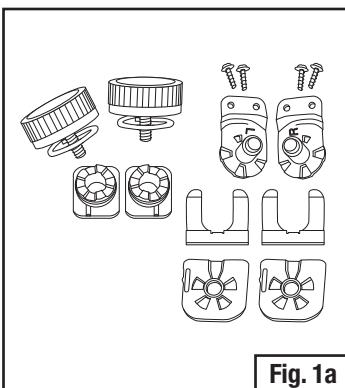

Fig. 1a
- La Fig. 1a muestra la perilla de soldadura M-146SG y el kit de pivote. De izquierda a derecha, de arriba hacia abajo: perilla con resorte, leva y poste de pivote, poste del marco de la visera, clip de resorte de metal, placa posterior (Fig. 1a).